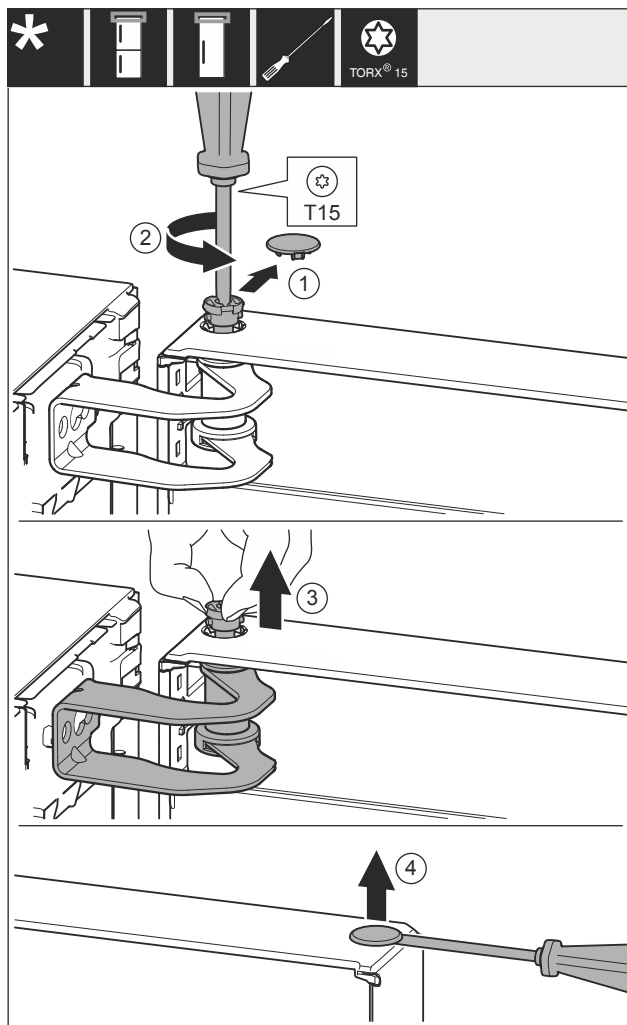

Fig. 12
- ▶ Opatrně sejměte kryt Fig. 12 (1).
- ▶ Šroubovákem o kousek vyšroubujte čep Fig. 12 (2).
- ▶ Čep Fig. 12 (3) vytáhněte prsty.
- ▶ Kryt Fig. 12 (4) opatrně nadzvedněte šroubovákem a odstraňte.